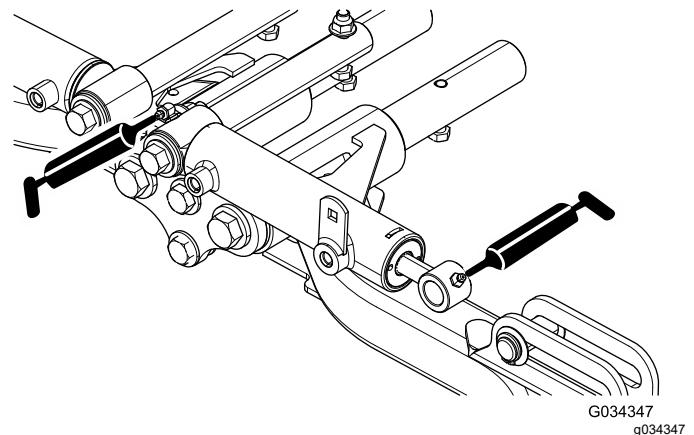

Figura 46
- Perni del braccio di sollevamento anteriore e cilindri di sollevamento (3 cad.); fate riferimento alla Figura 46.